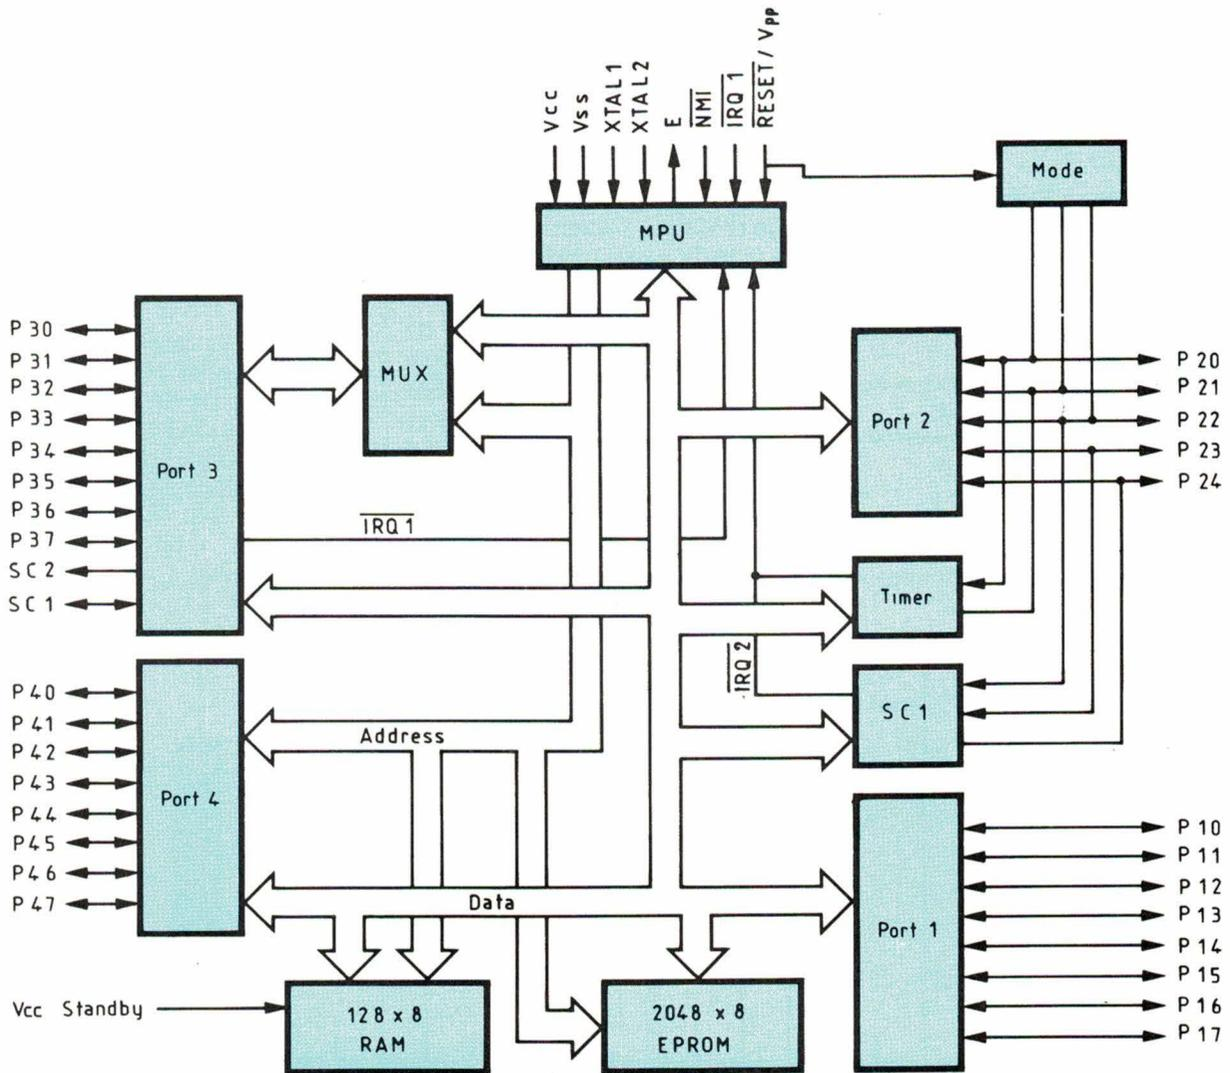

Fig. 1
- 29 entrées/sorties et 2 lignes de contrôle (fig. 1).